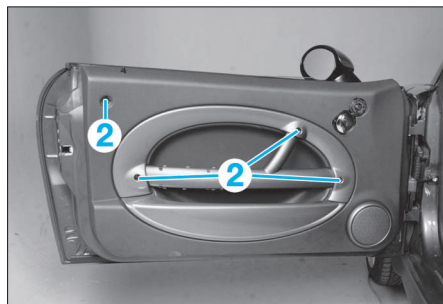

FIG. 32
- Déposer les vis (2) (Fig.32).